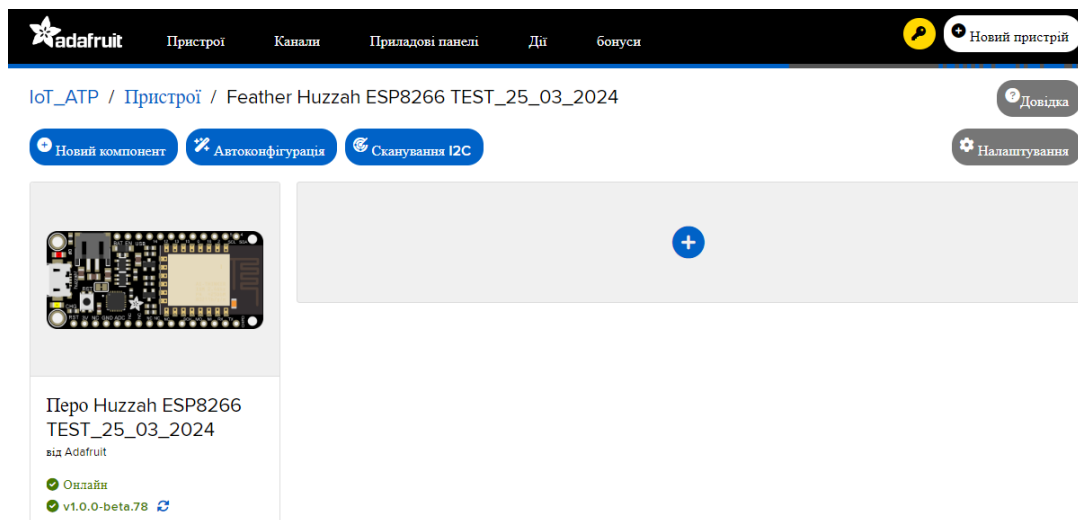

Рис. 5. Вікно конфігурації «Пристрою» та вікно вибору «компоненту»
7. Переходимо до нашого пристрою, подвійний клік мишкою по назві «Feather Huzzah ESP8266 TEST\_25\_03\_2024», у відкритому вікні натискаємо кнопку «новий компонент», в новому вінкю обираємо власне «компонент», наприклад DS18B20 рис. 5.